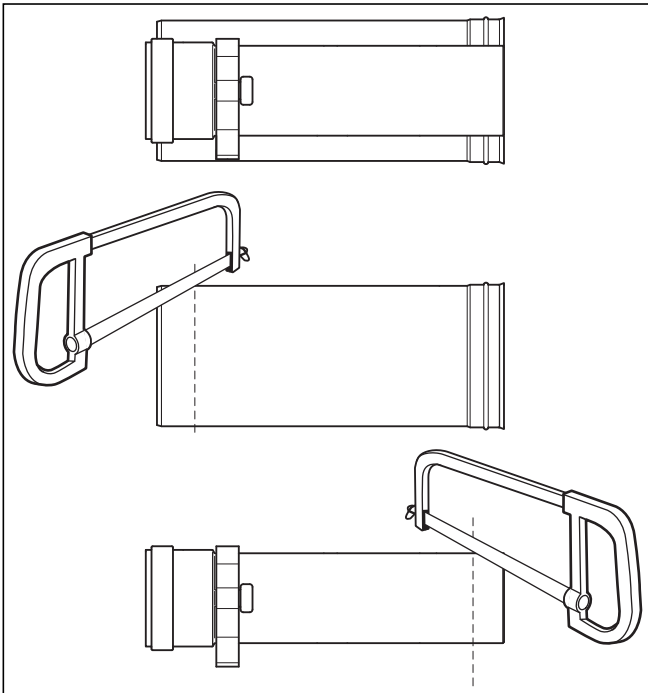

Fig. 6.28 Accorciamento della prolunga
Accorciare il tubo fumi e il tubo esterno sul lato opposto dei manicotti (fig. 6.28). Il distanziatore deve rimanere bloccato sul tubo fumi.
- Reinserire il tubo fumi nel tubo esterno, come indicato alla fig. 6.28.